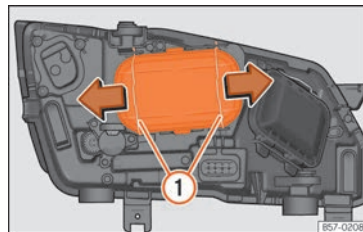

Fig. 108 En el vano motor: retirar la tapa.
2. Desplace los tirantes » fig. 108 ① en el sentido de la flecha y saque la tapa.